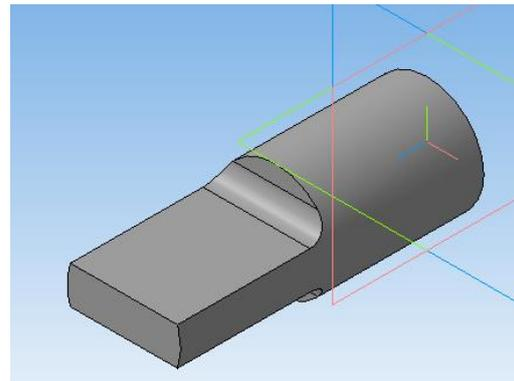

Рисунок 44.
14. Через панель инструментов **Вид** верните отображение **Полутонное с каркасом** (рисунок 44).